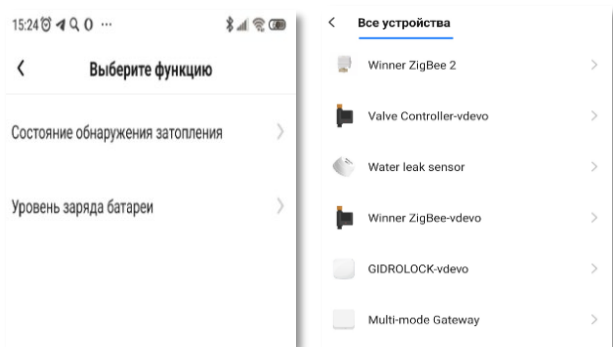

Рисунок 11. Создание триггерного события сценария
- 5) Далее выберите функцию «Состояние обнаружения затопления» -> «Сигнал затопления». Таким образом был создан триггер активации аварийной ситуации (рис. 11).
- 7) Далее выберите устройство, которому нужно передать сигнал затопления – «Winner Zigbee» (рис. 11).